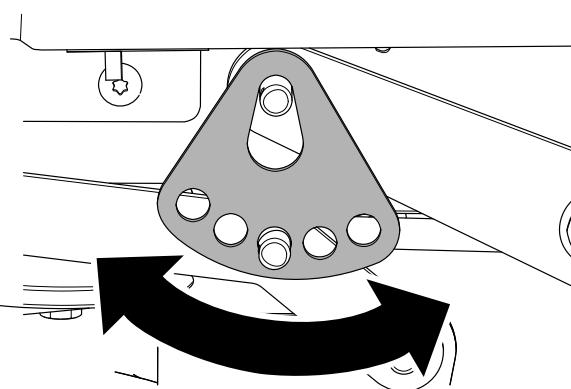

Рисунок 69
- Поверните пластину высоты скашивания для совмещения с другим отверстием так, чтобы она выдерживала вес деки газонокосилки после того, как вы установите ее (Рисунок 69).
- Установите шайбу и шплинт (Рисунок 69).